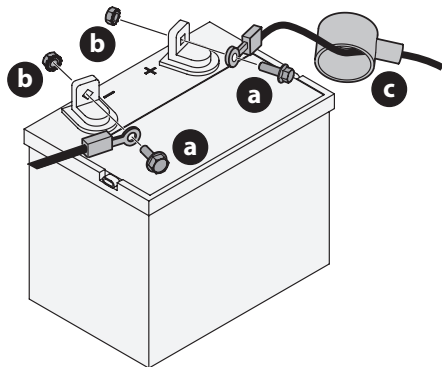

Figure 13
1. Le cas échéant, retirez le cache en plastique de la borne positive de la batterie. Branchez le connecteur rouge sur la borne positive de la batterie (+) à l'aide du boulon (a) et de l'écrou hexagonal (b) (Figure 13).
2. Déposez la protection en caoutchouc rouge (c) sur la borne positive de la batterie pour la protéger contre la corrosion (Figure 13).
3. Le cas échéant, retirez le cache en plastique de la borne négative de la batterie, puis branchez le câble noir la borne négative de la batterie (-) à l'aide du boulon (a) et de l'écrou hexagonal (b) (Figure 13).